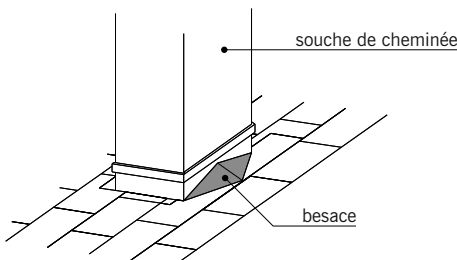

fig. 7.52
■ La **besace** (fig. 7.52) : ouvrage en zinc de forme prismatique, situé en amont d'une pénétration discontinue et destiné à conduire les eaux de ruissellement de part et d'autre de la pénétration.